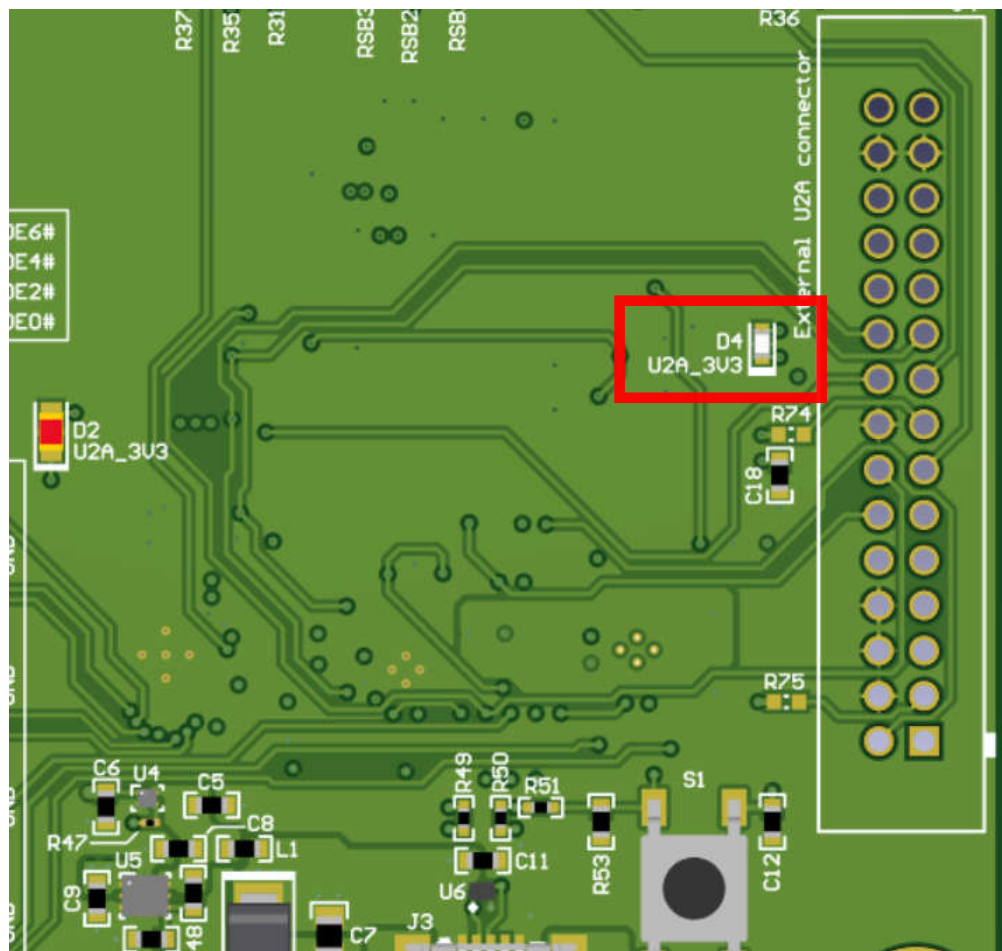

图 3-1. USB LED
- iii. 点击 *Identify* 使 LED 闪烁，如图 3-1 所示。点击 *Identify* 按钮后，LED 会以约 0.5 秒亮、0.5 秒灭的频率快速闪烁约 5 秒钟。这样可确认与电路板的连接。但请注意，已连接到 PC 但未通过 TICS Pro 实例连接的 *USB2ANY* 器件，可能会持续以亮 1 秒、灭 1 秒的慢速闪烁。